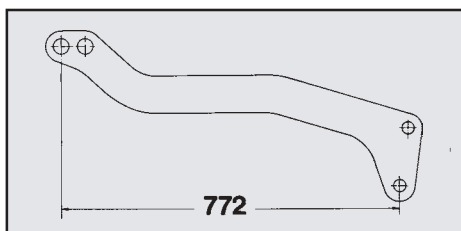

Рис. 11
3. Консоли (Рис. 11) для передних борон VE.